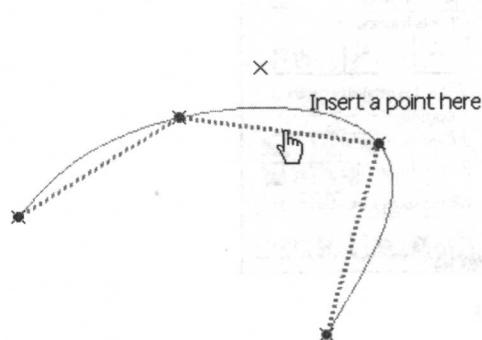
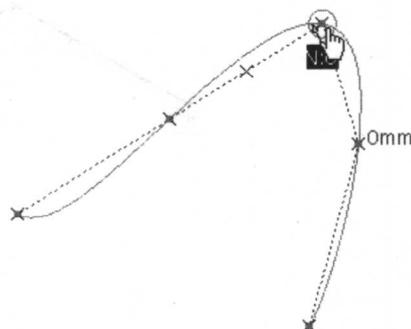

图 1-8
图 1-9
(4) 在对话框中单击 按钮，可以插入一个点。首先单击 按钮，再单击需要插入的位置，如图 1-8 所示，最后选择一个点，如图 1-9 所示。